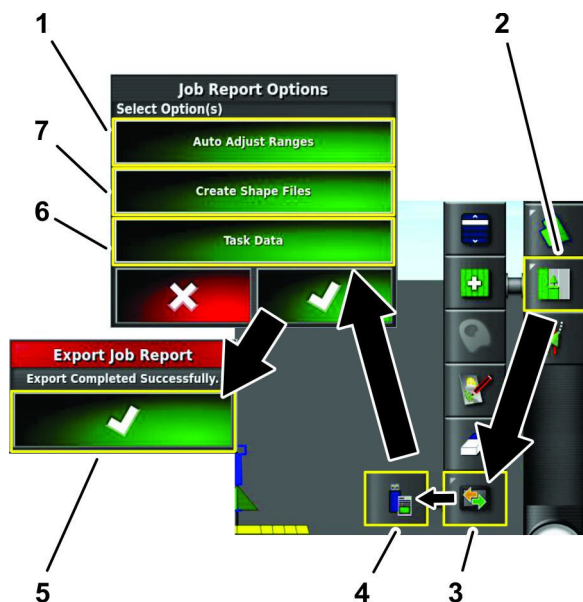

図 27
1. 作業メニューアイコンを押す 図 27。
2. データ交換メニューアイコンを押す 図 27。
3. 作業レポートをUSBにエクスポートアイコンを押す 図 27。
5. 作業レポートのオプションダイアログボックスで承認アイコンを押す 図 27。
6. 作業レポートオプションのエクスポートのダイアログボックスで承認アイコンを押す 図 27。